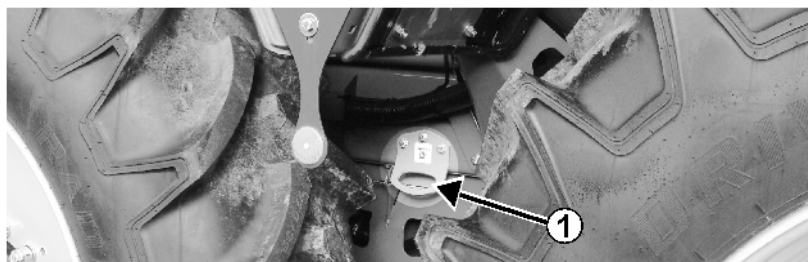

Рис. 7
- Точки крепления справа и слева между колесами (Рис. 7/1)